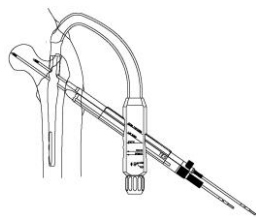

図 15
- 12) 3.2 ガイドピンアダプタを装着し、3.2 ガイドピンを挿入します。ガイドピン（ラグスクリュー側）は骨頭軟骨下骨直下まで挿入します。（図 15）